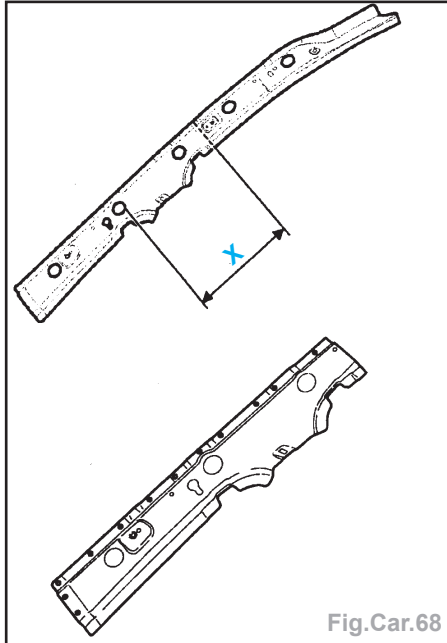

Fig.Car.68
- puis découper à l'aide d'une meule épaisseur 1 mm (coupe définitive) et percer des trous de  $\varnothing 6,5$  mm pour soudage ultérieur par points bouchons (Fig. Car.68).